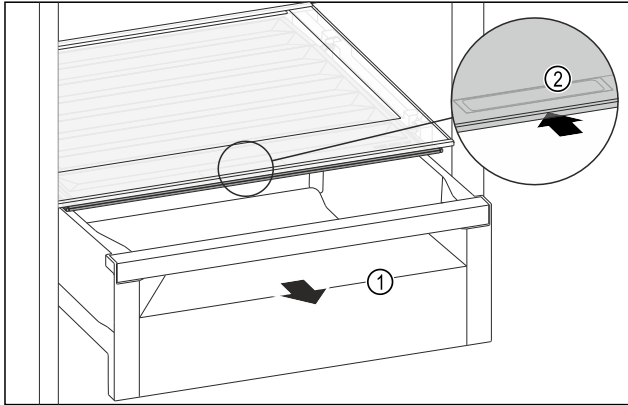

Fig. 109
- Estrarre il cassetto *Fig. 109 (1)*.
- Afferrare la maniglia incassata *Fig. 109 (2)* sul coperchio dello scomparto e spingere allo stesso tempo all'indietro il coperchio dello scomparto.